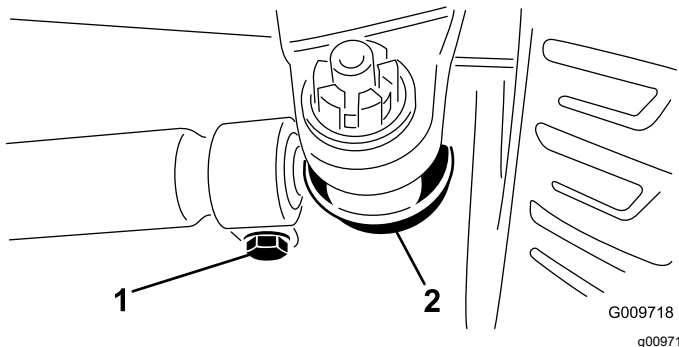

図 110
3. 調整が必要な場合は、タイロッドのボールジョイントのコッターピンとナットを外す 図 110。アクスルケースサポートからタイロッドのボールジョイントを外す。
4. タイロッド両側のクランプをゆるめる 図 110。